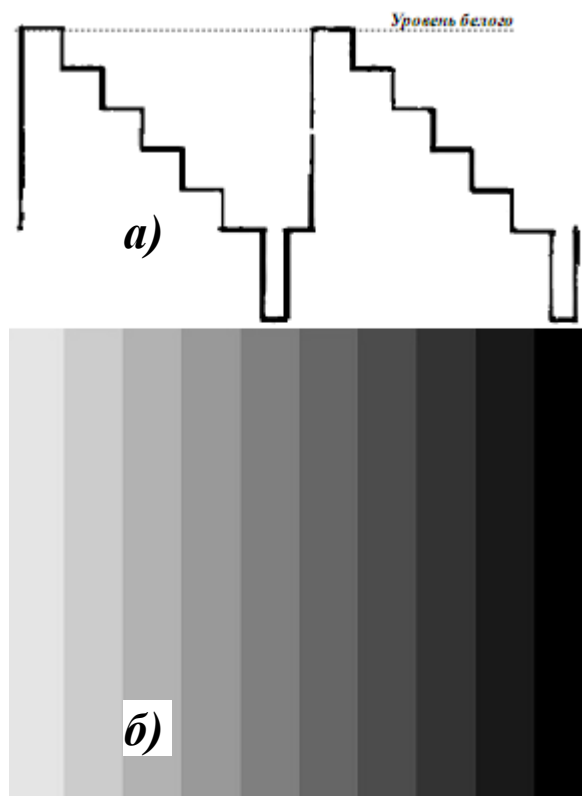

Рис. 3.3. Видеосигнал в контрольной точке 5 учебной установки РТТУЛ-8 а) и его изображение на экране телевизора б).
15. Особое внимание обратить на сигнал в контрольной точке 5. Данный видеосигнал представляет собой испытательный телевизионный сигнал ступенчатой формы (черно — белые полосы по градациям яркости), который может быть подан непосредственно на низкочастотный видео вход AV телевизора (рис. 3.3). Однако следует помнить, что кадровые синхроимпульсы не генерируются, поэтому устойчивое изображение на экране телевизионного приемника не гарантируется. Определить с помощью электронного осциллографа количество градаций яркости, длительность каждой градации по времени и основные параметры строчного синхроимпульса.